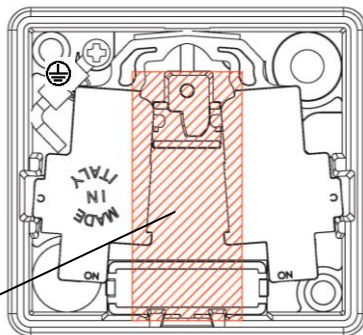
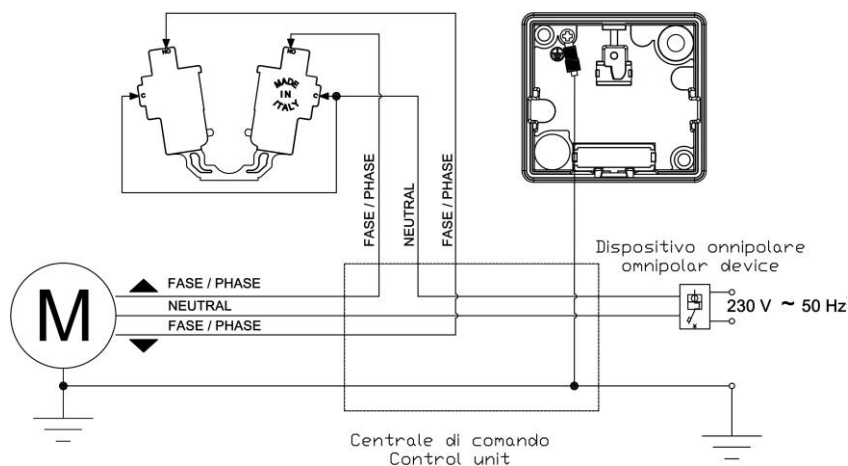

Fig.3
Fig.5
I) - Fissare i terminali dei cavi elettrici al connettore, disponendoli come mostrato in fig.3 e fig.5.
F) - Fixer les bornes des câbles électriques en les plaçant comme indiqué en fig.3, fig.5.
GB) - Secure the electrical wire terminals to the connector, positioning them as shown in fig.3 and fig.5.
E) - Fijar las terminales de los cables eléctricos en el conector, disponiéndolos como mues la fig. 3 y fig.5.